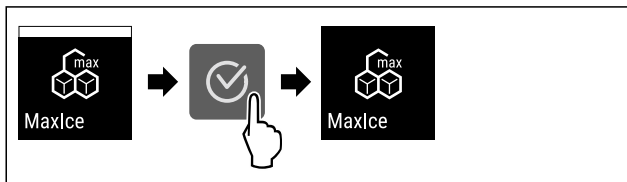

Fig. 23
- ▶ Изпълнете стъпките (виж Fig. 23).